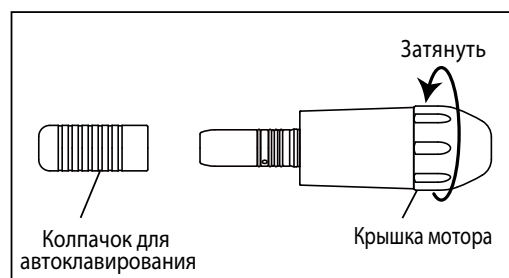

Рис.10
- 4) Прикрутите крышку на мотор, наденьте колпачок для автоклавирувания. (Рис.10)